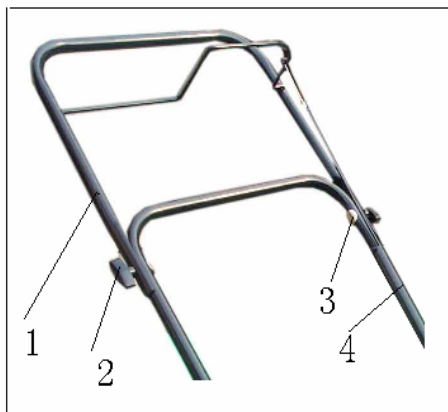

图 6 上扶手的安装
- 2) 将上下扶手按图 6 安装在一起，并用天宝螺钉和胶木螺母连接牢固。